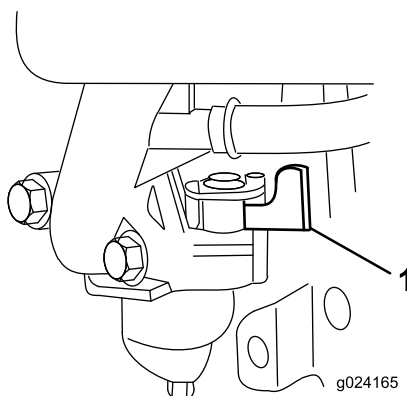

Figura 14
2. Abra la válvula de combustible moviendo la palanca de la válvula de combustible a la **derecha** (Figura 14).
Nota: Cierre la válvula de combustible moviendo la palanca de la válvula de combustible (Figura 14) a la **izquierda** a menos que vaya a volver a arrancar el motor en breve.